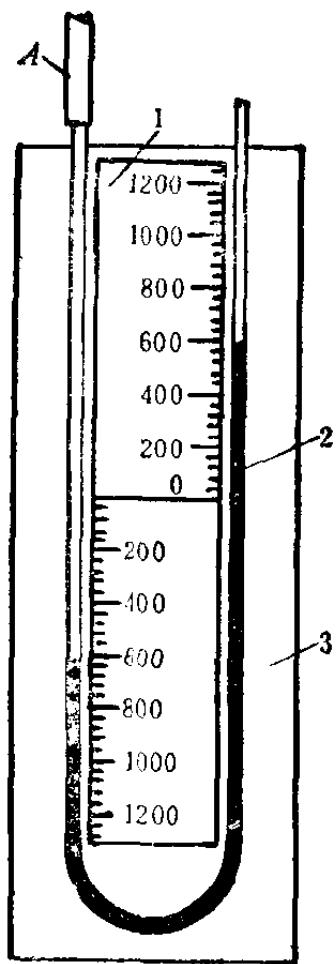

图1-5 U形管压力计
1. U形管压力计（见图1-5）这种压力计为一盛有液体（水、水银或酒精）的U形玻璃管固定在一板面上，板面上有以毫米数刻度的标尺。如管子的一端通过橡皮软管与管道相连，此时，敞开一端的液面将会发生变动（测正压时应上升，测负压时应下降），压力数值可由下式计算：